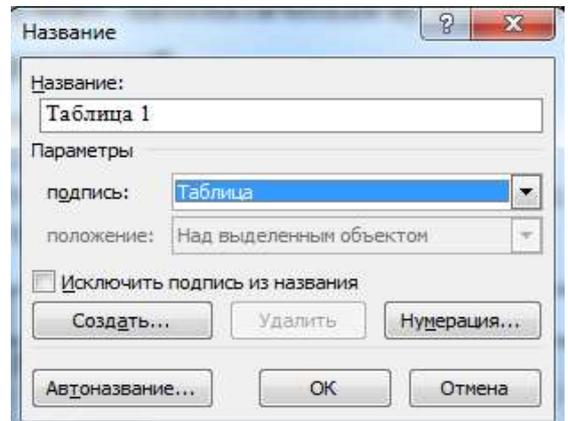

Рисунок 4 Название объектов
18. В подразделе 1.4 создадим таблицу и воспользуемся автоматической нумерацией таблиц. Для этого установите курсор на новую строку (ниже подзаголовка 1.4) и выполните команду **Вставка – Ссылка – Название**, в открывшемся диалоговом окне (*рисунок 4*) выберите подпись **Таблица** и нажмите **ОК**. В документе появится текст **Таблица 1**, после которого поставьте тире и наберите название **Нормы межремонтных пробегов электровозов**. Примените созданный стиль **Названия таблиц** к тексту **Таблица 1 – Нормы межремонтных пробегов электровозов**